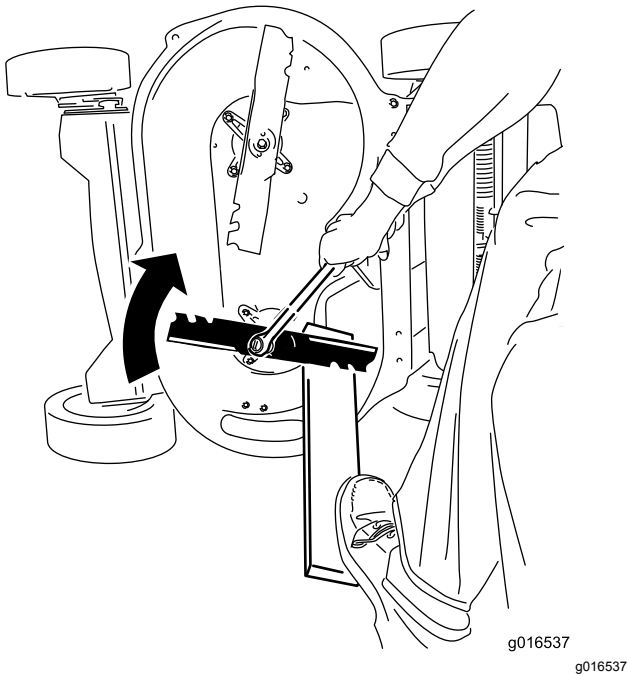

Figura 40
2. Fissate ciascuna lama con un asse e ruotate il bullone della lama in senso orario con una chiave dinamometrica, come illustrato nella Figura 40; serrate ciascun bullone della lama a 82 N·m.